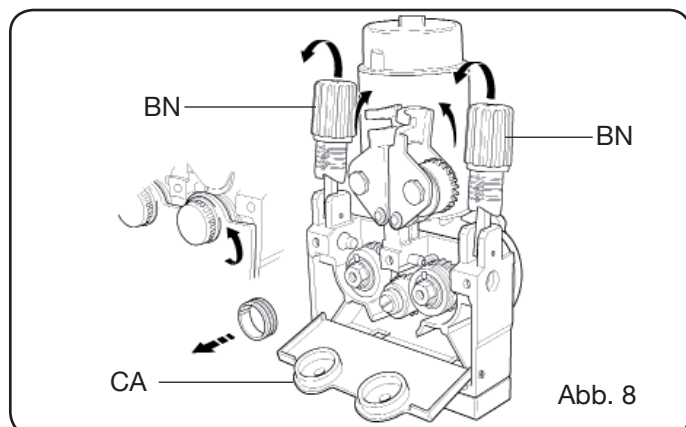

Abb. 8
- Sicherstellen, dass die Rille der Rollen dem Durchmesser des verwendeten Drahts entspricht. Ggf. zum Austauschen wie folgt vorgehen (Abb. 8):